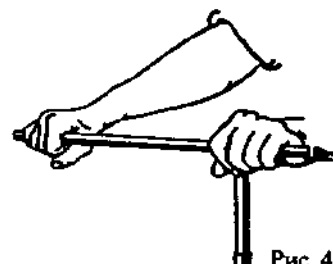

Рис. 4
4. Болты затягивать в несколько этапов (см. рис. 4) в соответствии с таблицей, в которой указаны углы поворота ключа.